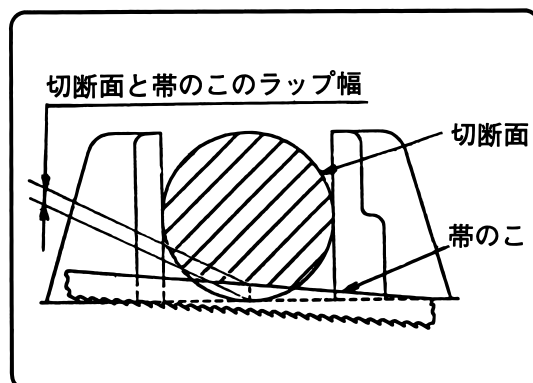

図 28
- 材料の切断面と帯のこがラップ(図28)するように、帯のこの下限位置を調整してください。下限位置調整をしないと、材料に切残りが出たり、フレーム上昇時に帯のこが材料に当たり、帯のこがはずれたり、帯のこ破損の原因になります。
材料を切断する場合は、切断面と帯のこが、3mm以上ラップした状態で帯のこが停止するよう帯のこの下限位置を調整してください。(図28)